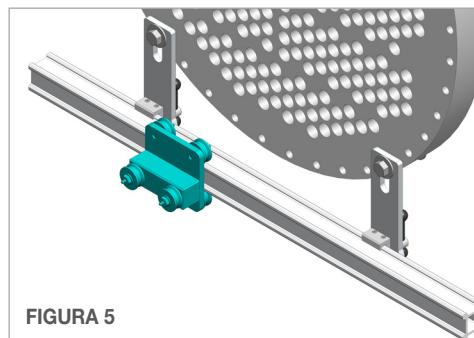

FIGURA 5
5. Encaixe o **Carro Conduzido** no trilho inferior não perfurado. (**Figura 5**)